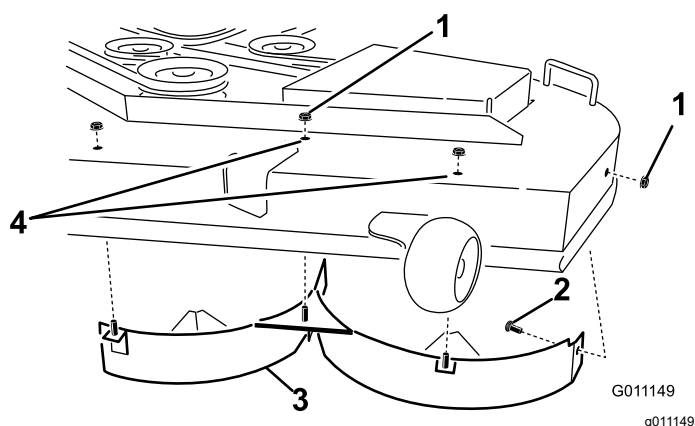

Bild 17
4. Entfernen Sie die drei Sicherungsmuttern (5/16"), mit denen die geschweißten Streben des linken Ablenkblechs oben am Mähwerk in der Mitte, links von der Mitte und in den linken Stellungen befestigt sind (**Bild 17**).
5. Entfernen Sie die Schlossschraube und die Sicherungsmutter an der Seitenwand des Mähwerks, die das linke Ablenkblech am Mähwerk befestigen (**Bild 17**).
6. Nehmen Sie das linke Ablenkblech vom Mähwerk ab (**Bild 17**).
7. Suchen Sie die zwei Schrauben in den losen Teilen und setzen Sie diese Befestigungen mit den vorhandenen Sicherungsmuttern in die Löcher im Mähwerk ein, die in **Bild 17** abgebildet sind, um das Herausschleudern von Rückständen zu vermeiden.